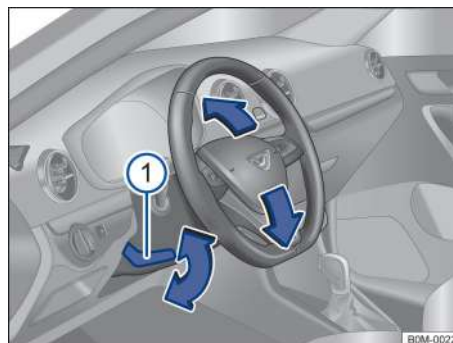

Рисунок 50. В панели облицовки рулевой колонки под рулевым колесом: рычаг механической регулировки положения рулевого колеса
- Опустите рычаг вниз → Рисунок 50 ①.
- Обязательно поднимайте рычаг вверх → Рисунок 50 ① после каждой регулировки, чтобы предотвратить самопроизвольное перемещение рулевого колеса во время движения. ▶